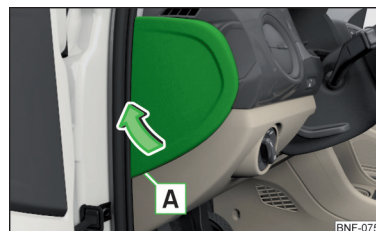

Fig. 136
- Før en skruetrækker ind i udskæringen **A** i afdækningen » Fig. 136.